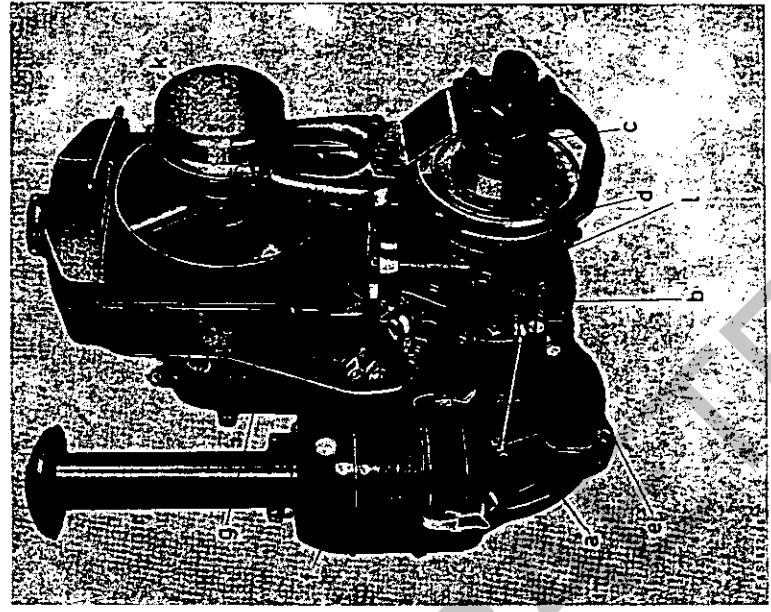
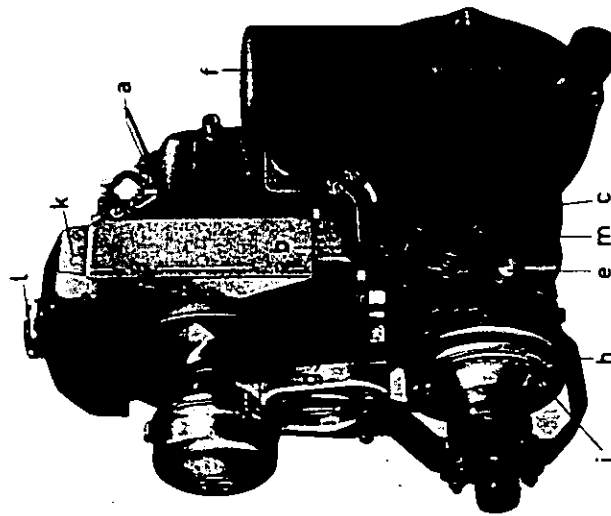
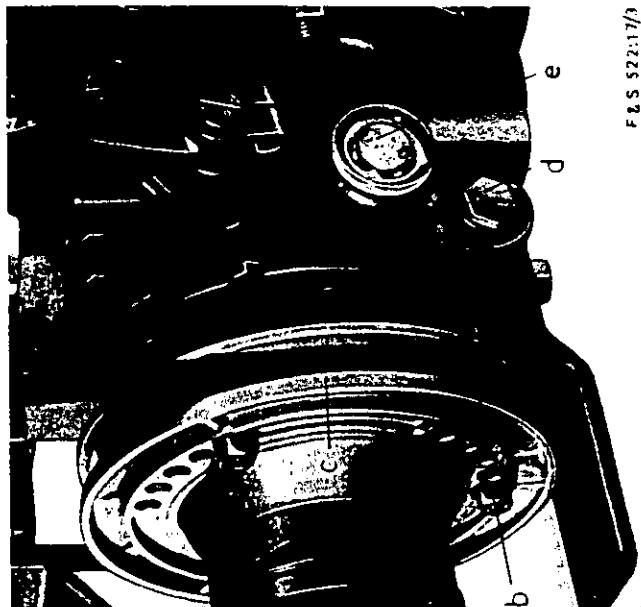

Bild 5
Bild 6
Bild 8
Unter dem Zylinder bildet das Kurbelgehäuse einen Tunnel, in den die Kurbelwelle von der Seite eingeschoben werden kann. Ein Verschlussdeckel a (Bild 5) an der tiefsten Stelle des Gehäuses ermöglicht es, das Pleuellager auch bei eingebautem Motor einzeln auszubauen. In der Mitte des Verschlussdeckels sitzt eine Ölablaßschraube c (Bild 7).
Der **Geräträger** b (Bild 5) nimmt alle zum Motor gehörenden Hilfsgeräte (Drehzahlregler, Antrieb von Einspritz- und Ölpumpe) auf. Zur Schmierung dieser Teile ist der Geräträger mit 0,5 l Öl gefüllt. Diese Ölmenge steht nicht mit der Frischölschmierung der Triebwerksteile in Verbindung. Ein Ölverbrauch ist daher sehr gering. Der Ölstand kann am Ölstandsauge e (Bild 6) an der linken Motorseite überprüft werden. Bei laufendem Motor soll das Öl bis zur halben Höhe des Auges stehen.
Auf dem Geräträger sitzt der Wasserkühler, seitlich rechts in Fahrrichtung, mit Blick auf die Schwungradscheibe gesehen, die Kraftstoffeinspritzpumpe h (Bild 5) und darunter die Ölschmierpumpe für die Triebwerksteile des Motors e (Bild 5). Innen ist neben den Antriebssteilen dieser Aggregate der Drehzahlregler untergebracht. Linksseitig sind die Fahrhandhebel b (Bild 6) und der Anlaßknopf c (Bild 6) mit dem Rauchgrenzeinsteller m (Bild 6) bequem zugänglich.
Aus dem Ölbehälter fließt das Öl zur Ölpumpe e (Bild 5). Diese Kolbenpumpe wird über Schraubenräder angetrieben. Die Fördermenge wird im Werk fest eingestellt. Der Pumpenkolben fördert frisches Schmieröl zu den beiden Kurbelwellenlagern. Das aus diesen Lagern austretende Öl läuft in ringförmige Fangrinnen der Kurbelwangen. Diese Fangrinnen sind mit einer Bohrung im Kurbelzapfen verbunden, die das Öl durch Schleudervirkung dem Pleuellager zuführt. Das am Pleuellager abgeschleuderte Öl schmiert die Pleuellaufringbahn des Zylinders.
Die **Kühlung**. Der Motor hat Wasserkühlung; das Wasser läuft selbsttätig um, solange der Kühler k (Bild 6) ganz mit Wasser gefüllt ist.
Der Schraubverschluß l (Bild 6) muß den Kühler so vollständig abdichten, daß ein gewisser Überdruck im Kühler erreicht wird. Steigt der Überdruck über einen bestimmten Wert, öffnet sich selbsttätig ein Kugelventil im Kühler und läßt den Dampf entweichen.
Kraftstoffeinspritzung: Aus dem hochgelegenen Kraftstoffbehälter gelangt der Kraftstoff durch einen Kraftstofffilter, der alle Schmutzteile zurückhält und dessen Filtereinsatz a (Bild 10) alle 1000 Betriebsstunden erneuert werden muß, zur Bosch-Einspritzpumpe h (Bild 5). Die Einspritzpumpe kann nur arbeiten, solange ihr der Kraftstoff ohne Luftblasen zufließt. Deshalb Tank niemals ganz leeren, da sonst Pumpe entlüftet werden muß.
Die Kurbelwelle, aus hochwertigem Stahl in einem Stück geschmiedet, wird seitlich auf großen Zylinderrollenlagern gelagert. Das geteilte Pleuellager ist ein Blei-Bronze-Zinnlager auf Stahlstützschalen. Das schwungscheibenseitige hintere Rollenlager der Kurbelwelle wird von einem Lagerträger aus Grauguß aufgenommen, der mit dem Leichtmetall-Schwungscheibengehäuse verschraubt ist. Dieses Schwungscheibengehäuse ist als Flansch ausgebildet und ermöglicht es, den Motor unmittelbar an der anzutreibenden Arbeitsmaschine zu befestigen. Das Kraftstofffilter ist am Schwungscheibengehäuse befestigt. Das vordere Kurbelwellenlager sitzt in der Rückwand des Geräteträgers, der das Kurbelgehäuse nach vorne abschließt. Der Durchtritt der Kurbelwelle wird am hinteren Lager durch eine einfache, vorne durch eine doppelte Gummidichtung luft- und öldicht abgeschlossen. Vorn endet die Kurbelwelle in der Anwerfnahe c (Bild 5), die die Riemenscheibe d (Bild 5) für den Lüfterantrieb trägt und in welche die Andrehkurbel greift.
3. **ÖLVORRAT IM GERÄTETRÄGER** kann durch das Ölstandsauge e (Bild 8) laufend überwacht werden.
Erreicht der Ölstand bei stehendem Motor nicht die Oberkante des Schauglases, muß HD-Öl der Viskosität SAE 20 (während der Sommermonate SAE 40 möglich) durch die Öleinfüllschraube l (Bild 5) eingefüllt werden. Da sich das Öl in einem von der Außenluft und den Verbrennungsgasen abgeschlossenen Raum befindet, altert es praktisch kaum. Nur wenn der Filtereinsatz a (Bild 10) im Kraftstofffilter ausgetauscht wird - alle 1000 Betriebsstunden - sollte hier der Ölvorrat erneuert werden. Das alte Öl wird durch die Verschraubung d (Bild 8) unten am Geräteträger abgelassen und 0,5 l neues Motorenöl SAE 20 durch die Einfüllschraube l (Bild 5) bis zur Oberkante des Schauglases eingefüllt.
NACHSTELLEN KEILRIEMENS FÜR DEN LUFTERANTRIEB (Bild 8)
Die Spannung des Keilriemens a soll so eingestellt sein, daß sich der Riemen mit dem Daumen noch etwa 10 mm tief eindrücken läßt. Läßt sich der Keilriemen mehr als 20–30 mm tief eindrücken, ist er nachzuspannen. Die drei Muttern b (Bild 8), die die Riemenscheibe zusammenspannen, werden gelöst und die vordere bewegliche Deckscheibe c (Bild 8) der Riemenscheibe nach vorn abgenommen. Diese Deckscheibe wird dann um ein Loch nach rechts (in Laufrichtung der Kurbelwelle) verdreht und wieder aufgesetzt. Um den Keilriemen nicht einzuklemmen, wenn die Riemenscheibe wieder zusammengespannt wird, wird jeweils nur die Schraube angezogen, die senkrecht über der Kurbelwelle steht, also den Teil der Riemenscheibe zusammenzieht, der nicht vom Riemen umschlungen ist. Die Kurbelwelle wird dann gedreht, bis die nächste Schraube diese Stellung einnimmt und angezogen werden kann. Nach einigen Umdrehungen der Kurbelwelle und gleichzeitigem Nachziehen der Schrauben ist der Riemen nach außen gewandert und hat die richtige Spannung erhalten.